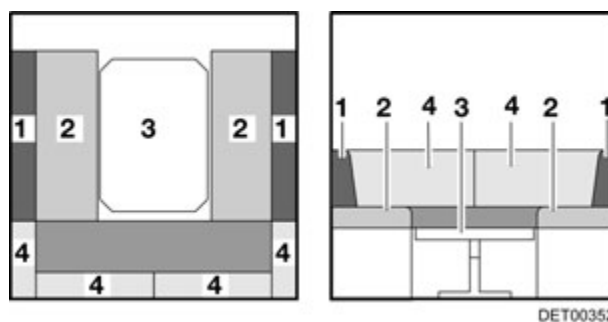

Fig. 94 Durante la transformación
- Tirar de los cojines del asiento (Fig. 94,2) hacia el centro.
- Colocar los cojines del respaldo (Fig. 94,1) entre los cojines del asiento y la pared exterior.
- Quitar los cojines del respaldo (Fig. 94,4) y ponerlos a un lado.